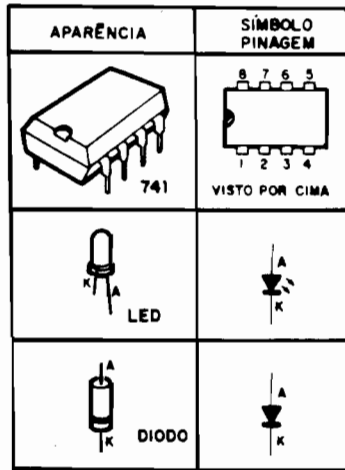

Fig.2
- **FIG. 2** - PRINCIPAIS COMPONENTES DA MONTAGEM - Em aparência, símbolo e pinagem, o Integrado 741, o LED e o diodo são vistos e "mastigados" na figura... Quanto ao 741, lembrar da forma como seus pinos são contados ou "numerados", sempre com a peça olhada por cima, "caminhando-se" a contagem no sentido anti-horário, a partir da extremidade que contém uma pequena marca (ver informações na "Aula" anterior do ABC...). A respeito dos LEDs, principalmente devido à sua função de "indicador de equilíbrio" no circuito, é importante que os dois utilizados sejam absolutamente **idênticos**, com bom rendimento luminoso (de modo que no puro "visual" possamos interpretar corretamente o tal "ponto de equilíbrio", conforme explicado ao final da presente "Lição"...). Os diodos podem ser comuns, tipo 1N4148, 1N914, 1N4001, etc. Quanto às demais peças (todos resistores fixos, além do potenciômetro...) não há o menor "galho"... Apenas um conselho: aqueles 4 resistores (ver "esquema") diretamente acoplados à chave rotativa (100R - 10K - 1M - 10M) determinarão, em grande parte, a pró-